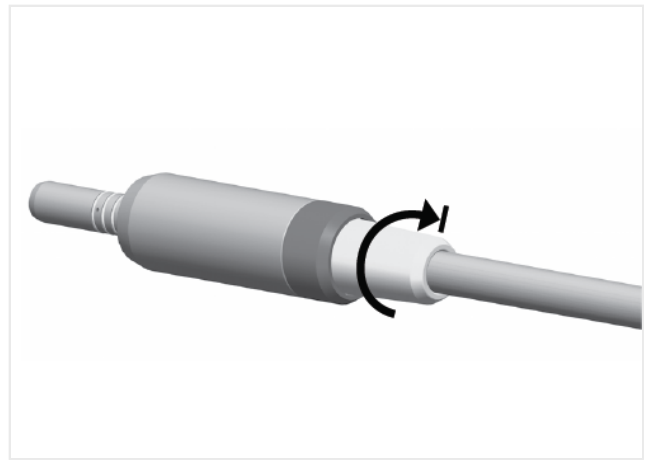

FIG. 3
4. Ținând motorul, înșurubați complet manșonul furtunului pe conexiunea spate a motorului (FIG. 3).